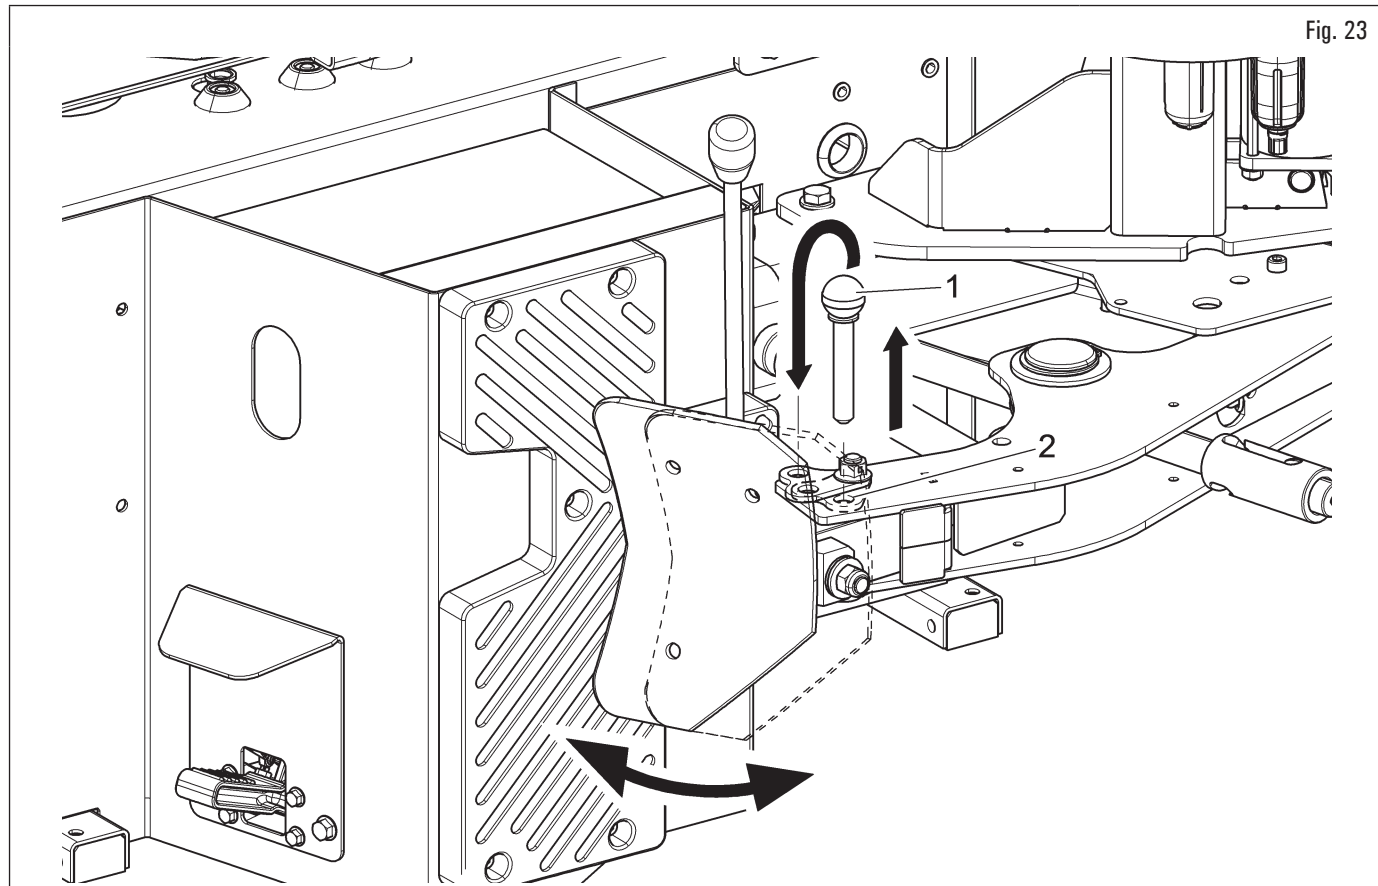

Fig. 23
Con llantas con borde protegido, o neumáticos bajados y/o de gran espesor, se aconseja posicionar la articulación paleta de manera de utilizar el orificio (Fig. 23 ref. 2).
Para cambiar la posición de la paleta en la junta, retire el perno (Fig. 23 ref. 1) del orificio en el que se encuentra, gire la paleta hasta que el orificio deseado coincida con el orificio de la junta y luego vuelva a insertar el perno (Fig. 23 ref. 1).